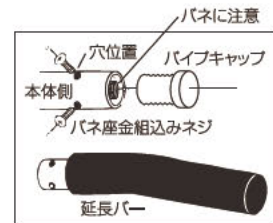

図1
(1) 延長バーの付け方(オプション) (図1)
- ① パイプキャップのネジを外し、パイプキャップを外してください。外したネジは延長バーの取付に使用します。
- ② 本体側にバネが入っていることを確認してください。延長バーは左右でネジ穴位置が違いますので、本体側の穴位置と延長バーのネジ穴を合わせてください。
- ③ 先程外したネジを使用して、延長バーを固定してください。
- ④ 外したパイプキャップは別の場所に保管してください。(延長バーを外した時に使用します。)